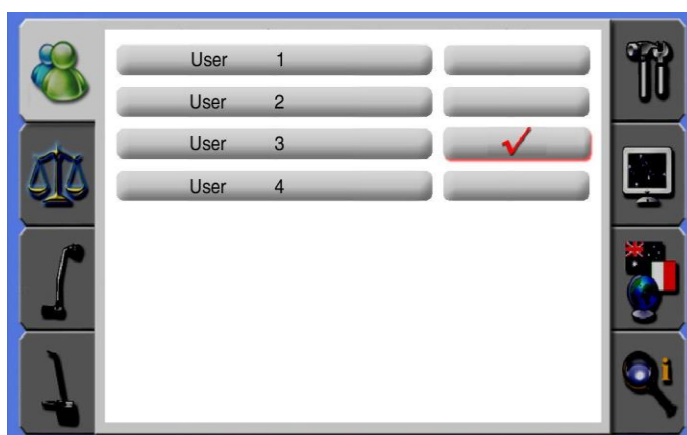

Fig.49
- Gire o SELECTOR para mudar os diferentes usuários. O usuário selecionado é destacado em vermelho no lado direito (ref. fig. 49).